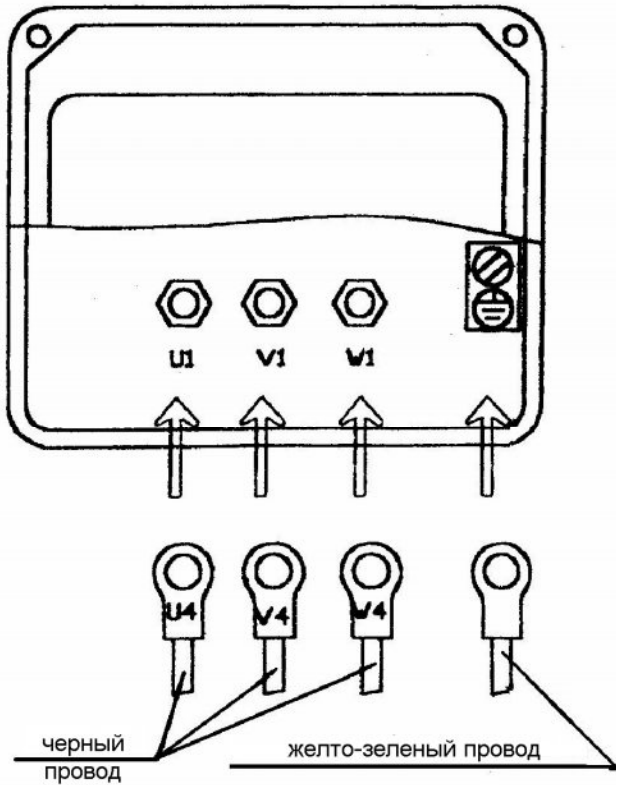

Рис. 2.5
2.3.6.1. Установите двигатель подъема консоли и закрепите болтами. Откройте распределительную коробку двигателя и подсоедините провод в соответствии с его обозначением (см. рис. 2.5). Затем закройте распределительную коробку и завинтите винт на ней.
2.4.7.2. Подключение двигателя системы гидравлики (смотрите рисунок 2.5): установите двигатель в соответствии со схемой установки и затяните болт, откройте распределительную коробку, подсоедините провода в соответствии с их номерами и затяните их.
2.4.7.3. Установка главного двигателя (смотрите рисунок 2.5). Правильно установите двигатель и затяните болты, откройте распределительную коробку, подсоедините провода в соответствии с их номерами и закрепите их.
2.4.7.4. Установка двигателя насоса СОЖ (рисунок 2.5): после установки двигателя и фиксации болтов откройте распределительную коробку, подсоедините провода в соответствии с их номером, закройте крышку и затяните ее.